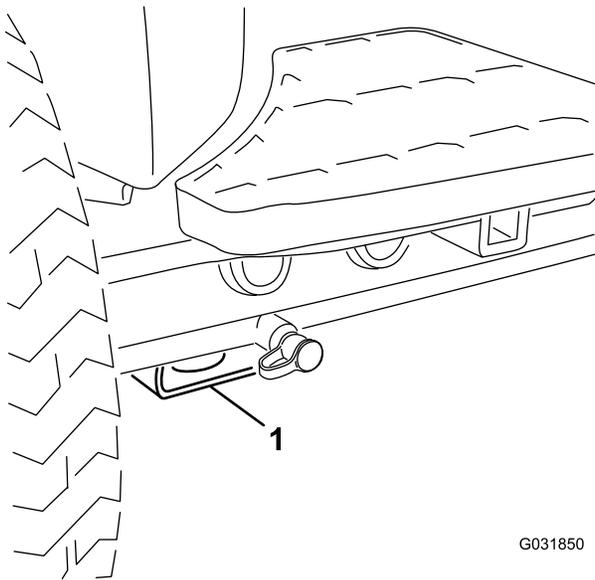

Figure 70
- Avant – patin rectangulaire sous le tube d'essieu, à l'intérieur de chaque roue avant (Figure 70).